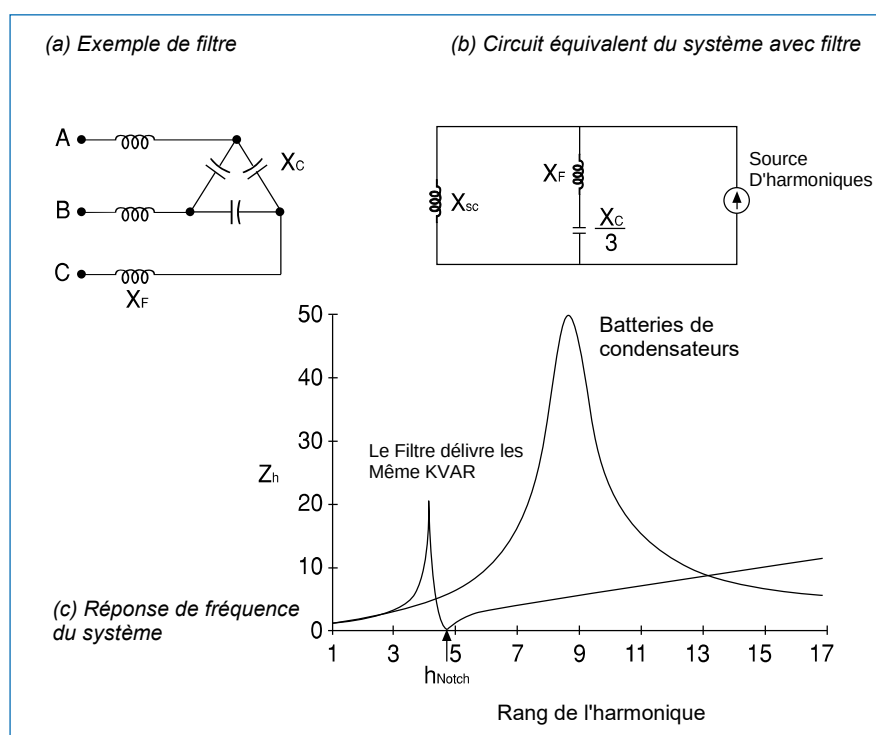

Figure 6: Effet de la fréquence d'accord sur la réaction du système
La solution la plus utilisée pour la réduction d'harmonique est le filtre passif passe-bande (cf figure 6). Le filtre fournit de la puissance réactive comme une batterie de condensateurs mais les réactances installées déterminent une résonance série qui détourne le courant harmonique dans le filtre. La partie (C) de la ligne montre que le filtre n'élimine pas la résonance parallèle mais la déplace à une fréquence inférieure à la fréquence d'accord.